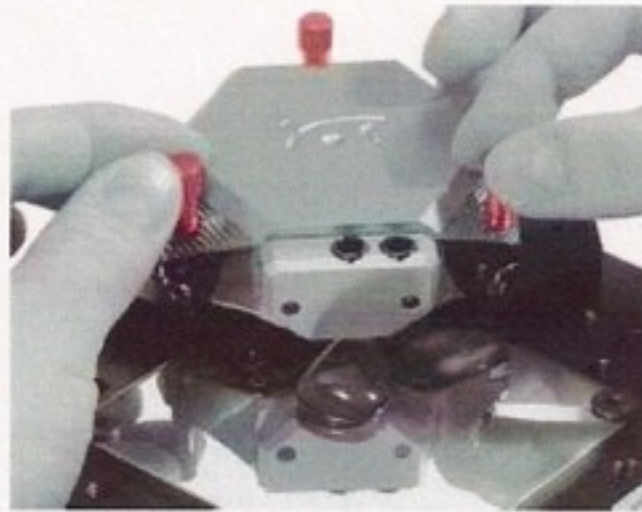

Abb. 12: Grobeinstellung von Hand mit Hilfe der drei Rändelschrauben (rot).
- In der Ausgangsposition sollten die drei Rändelschrauben (siehe Abb. 12, rot angedeutet) komplett eingeschraubt sein, so dass der Scanner-Kopf in maximaler Höhe über der Plattform steht.